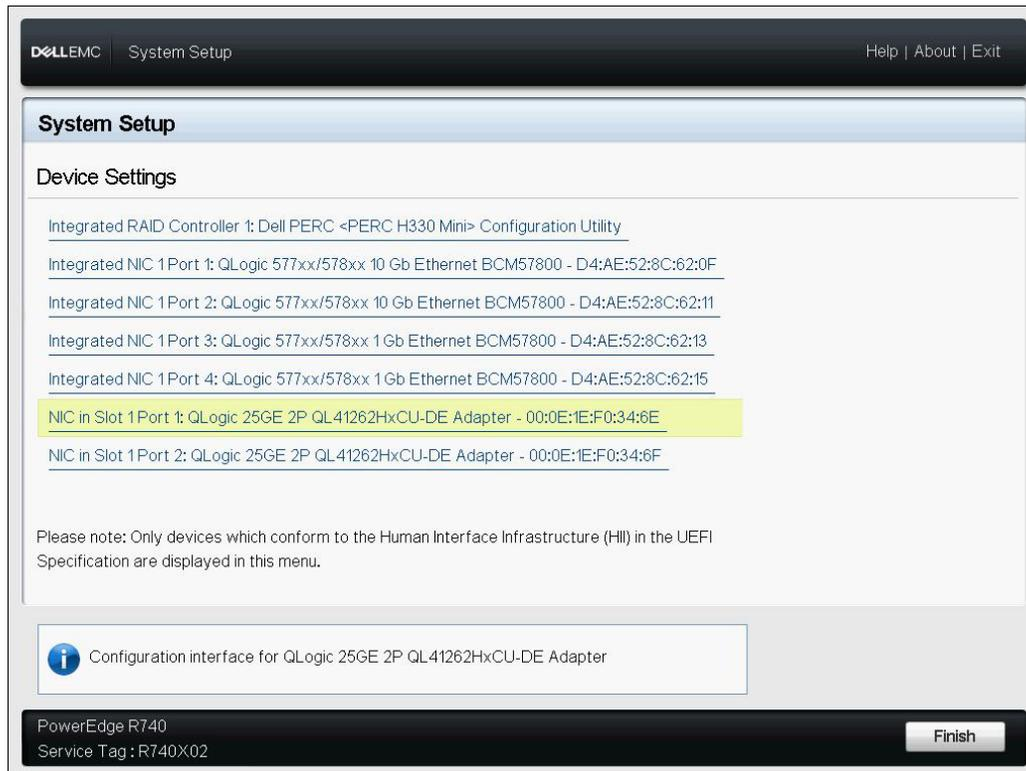

Abbildung 9-3. Systemeinrichtung: Konfigurationsdienstprogramm für die Geräteeinstellungen
3. Wählen Sie im „System Setup“ (Systemeinrichtung) unter „Device Settings“ (Geräteeinstellungen) das QLogic-Gerät (Abbildung 9-3) aus. Weitere Informationen zum Zugriff auf das PCI-Geräte-Konfigurationsmenü finden Sie im OEM-Benutzerhandbuch.